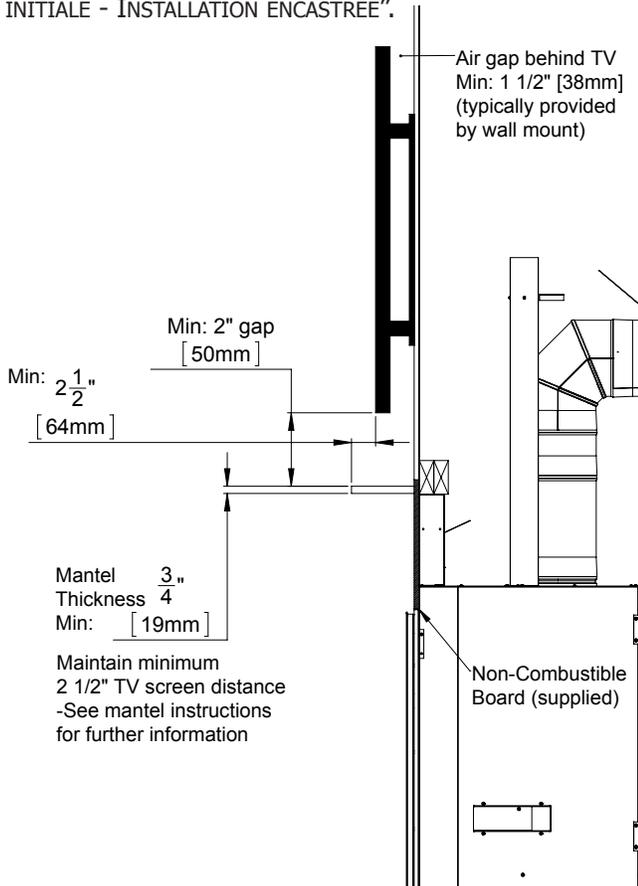

Figure 50. Installation Minimale de la Télévision
**Manteau Seulement Installaton:** Maintenez toujours les dégagements minimums (voir Figure 50). La profondeur totale du téléviseur, y compris le support mural, déterminera la profondeur minimale autorisée du manteau.